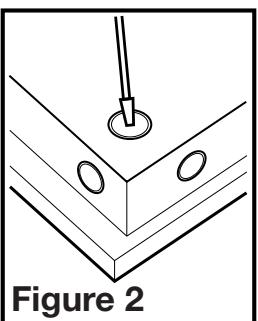

Figure 2
- Sélectionner l'alvéole défonçable la mieux appropriée et l'enlever à l'aide d'un tournevis à lame plate (**Figure 2**).